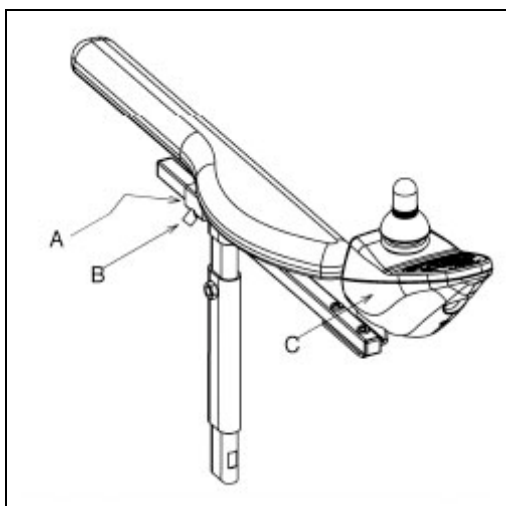

Figure 4.4
1. Desserrez la vis d'arrêt (A dans la fig. 4.4) de quelques tours à l'aide d'une clé coudée mâle de 3 mm.
2. Glissez le boîtier de commande (C dans la fig. 4.4) dans la position souhaitée.
1. Desserrez la vis d'arrêt (B dans la fig. 4.4) de quelques tours à l'aide d'une clé coudée mâle de 4 mm.